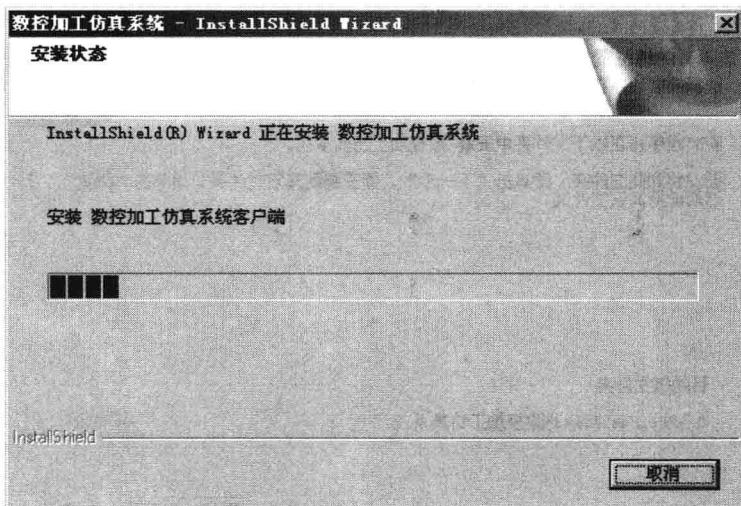

图 1-7 安装状态对话框
9) 此时弹出数控加工仿真的安装对话框，如图 1-7 所示。